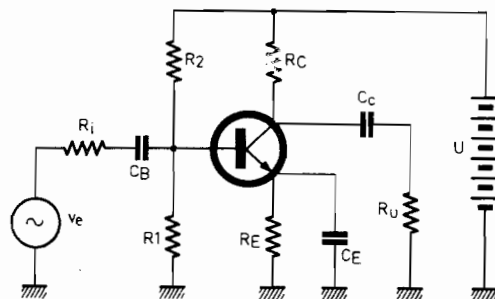

Fig. 5. - Exemple de schéma d'amplificateur collecteur commun. En alternatif, le point A est au potentiel de la masse.
Le montage collecteur commun (CC) est représenté figure 5 avec un découplage dans son circuit collecteur.